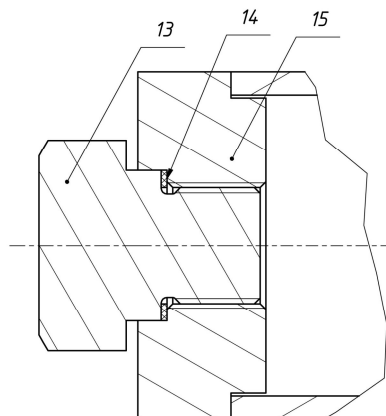

Рис. 3. Узел очистки форсунки ТФ-А2.
Узел очистки показан на рис. 3. Он состоит из: пробки 13, прокладки 14 и гайки 15.
5. Демонтированная форсунка ТФ-А2 разбирается, прочищается ее распылитель. Демонтируется пробка 13 в узле очистки (см. рис. 3) и прочищается ствол. Затем форсунка ТФ-А2 собирается, а выходное отверстие узла подвода жидкого топлива закрывается (заклушается) во избежание попадания посторонних частиц в форсунку ТФ-А2.